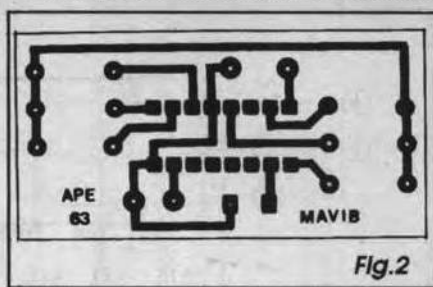

Fig.2
- FIG. 2 - LAY OUT DO CIRCUITO IMPRESSO ESPECÍFICO - A plaquinha (que poderia ficar ainda menor, mas preferimos não apertar demais, para não prejudicar os iniciantes...) tem seu tamanho e complexidade compatíveis com a singeleza do circuito e com a reduzida quantidade de peças (ou seja: tudo pequeno e simples...). O padrão cobreado é visto em negro, na figura, com as áreas brancas representado as regiões onde o cobre deve ser removido no processo de corrosão... Como o lay out está em tamanho